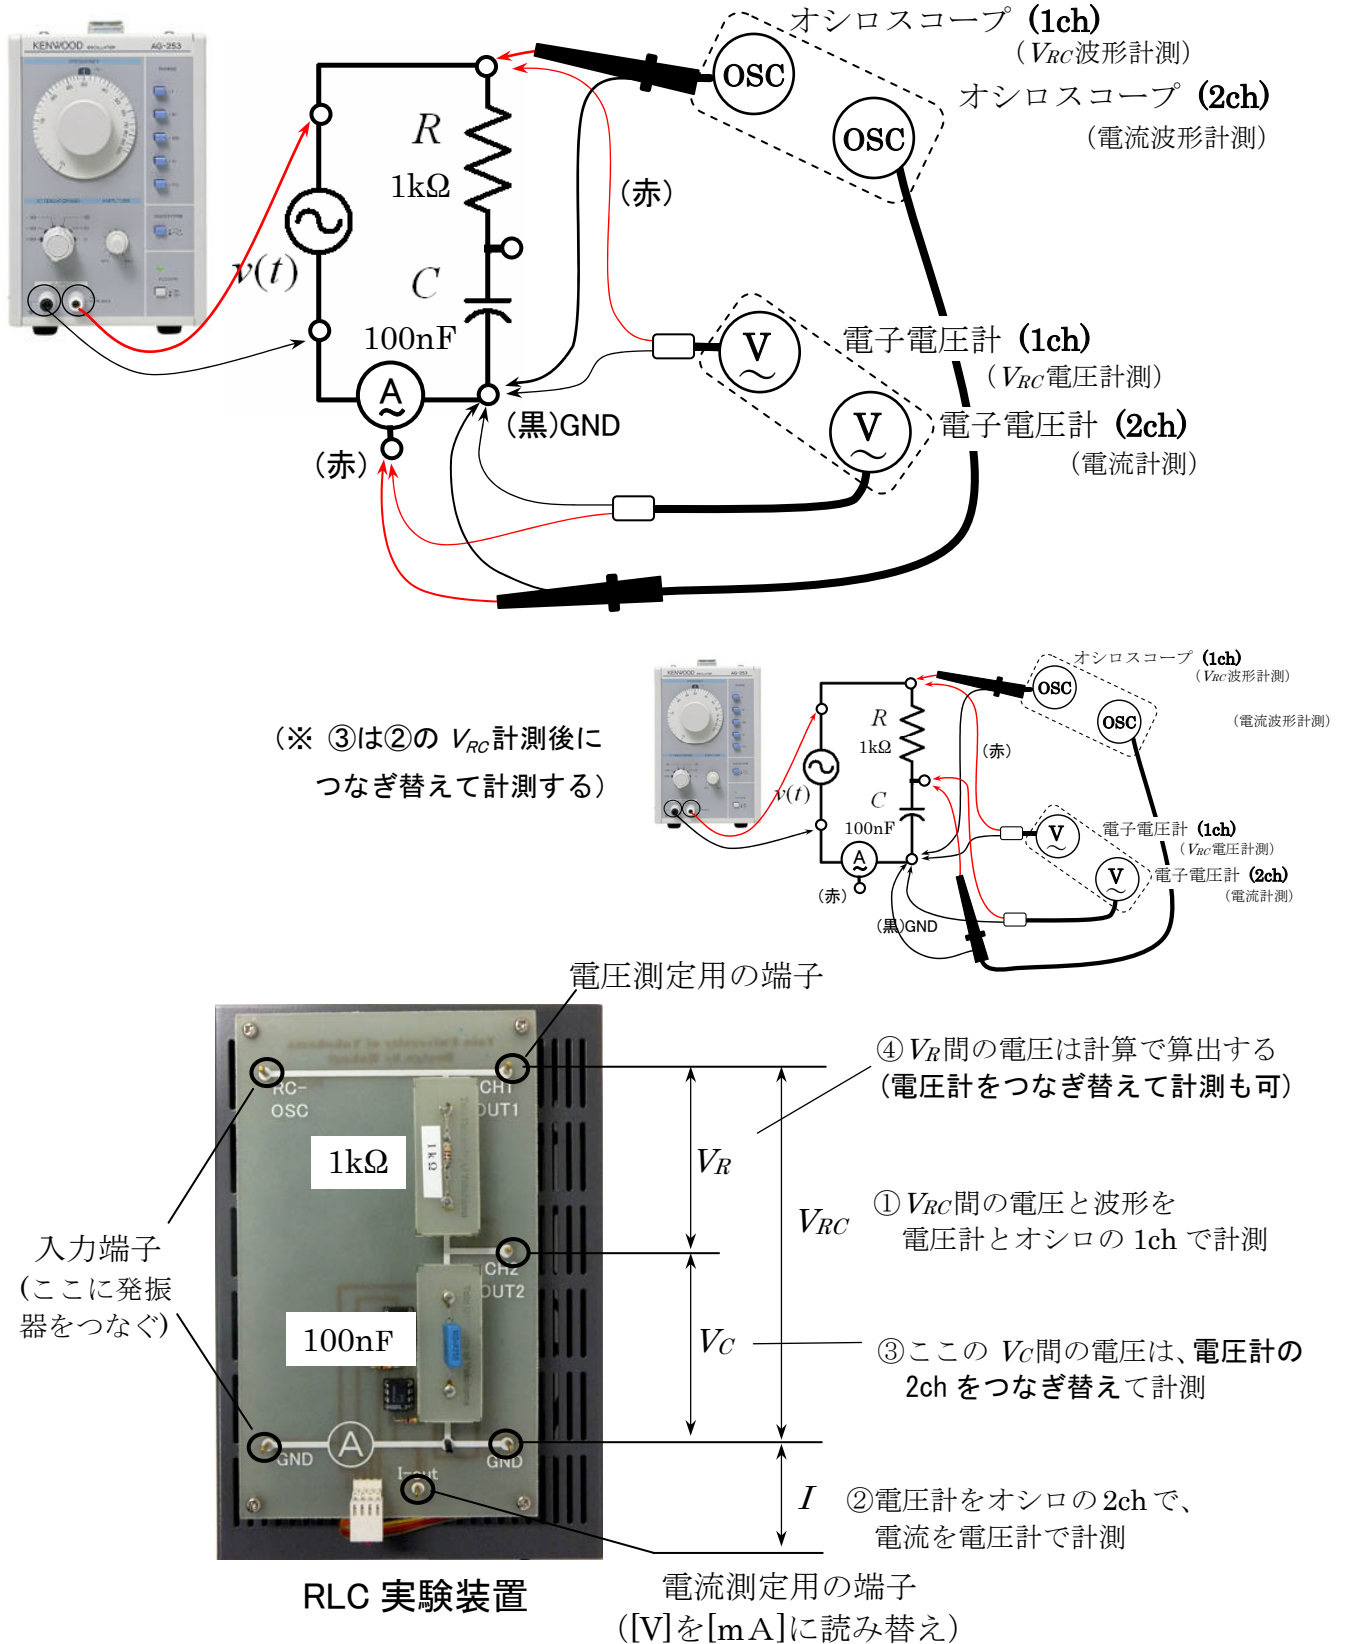

図 3-13 RC 回路の接続図と計測機器
- 1) 図 3-13 を参照しながら、RC 回路を準備し、各計測器を接続する。